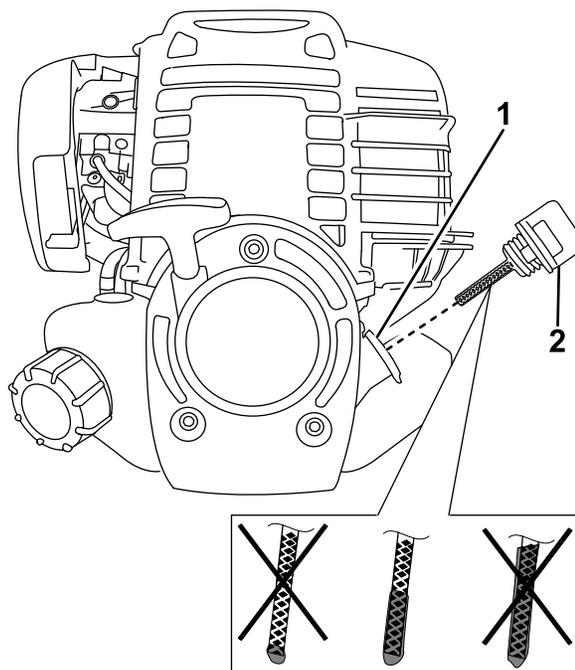

Figura 28
1. Retire el tapón/varilla de aceite (Figura 28).
2. Vierta lentamente aproximadamente el 80% de la cantidad especificada de aceite por el orificio de llenado (Figura 28).
3. Añada más aceite hasta que el aceite llegue al nivel correcto; consulte Figura 28.
4. Coloque el tapón/varilla de aceite (Figura 28).